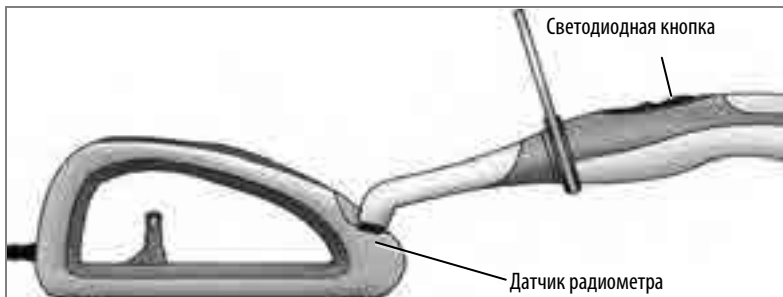

Рисунок 6. Съемная светодиодная лампа совмещена с датчиком радиометра
3. Аккуратно держите прибор таким образом, чтобы линза съемной светодиодной лампы совместились с датчиком радиометра (рисунок 6) и была направлена строго в центр белого круга.